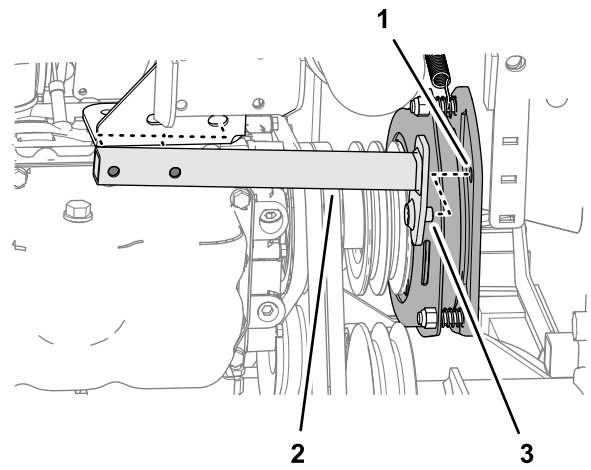

Bild 92
7. Schieben Sie das Drehsperrrohr nach hinten und nehmen es von der Maschine ab (Bild 92).
2. Fluchten Sie den Stift des Drehsperrrohrs mit dem Loch in der Zapfwellenkupplungsplatte aus, siehe Bild 92 in Entfernen der Zapfwellenriemen \(Seite 71\).